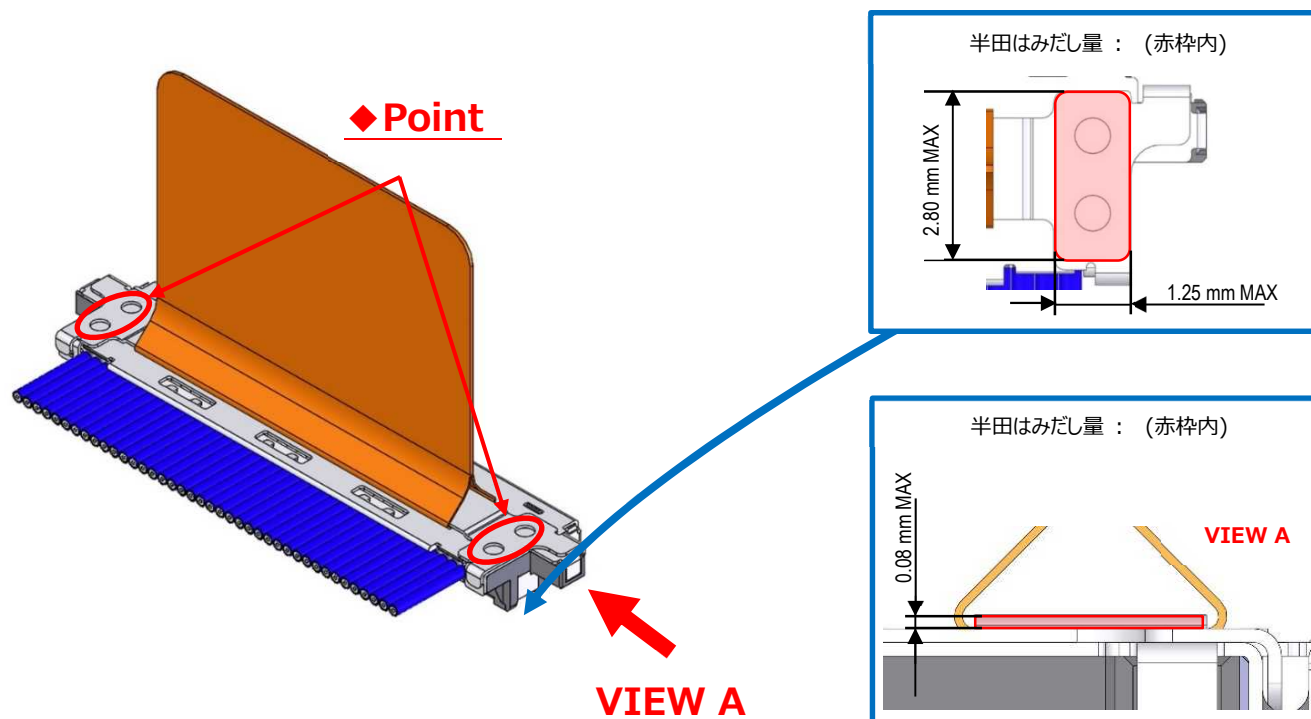

図.13 PULL TAPE HOLDER 半田付け
- ③ PULL TAPE HOLDERとSHELL-Aを半田コテにて半田付けする。(図.13◆部)